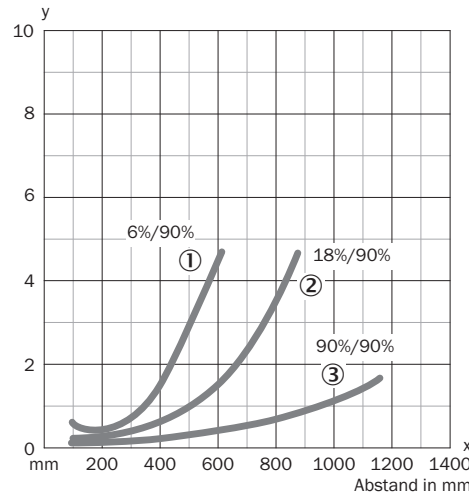
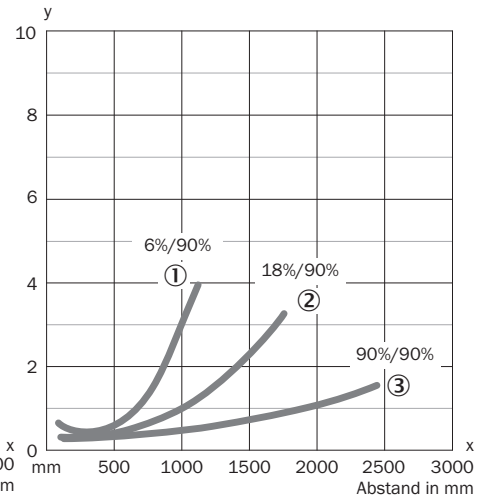

Abbildung 15: WT24-2Xx4x, -2Xx5x
Abbildung 16: WT24-2Xx1x, -2Xx2x
Einsatzbedingungen prüfen: Schaltabstand und Distanz zum Objekt bzw. Hintergrund sowie Remissionsvermögen des Objektes mit dem zugehörigen Diagramm siehe [Abbildung 15 und Abbildung 16] abgleichen (x = Schaltabstand, y = Übergangsbereich zwischen eingestelltem Schaltabstand und Ausblendung des Hintergrundes in % des Schaltabstands (Remission Objekt / Remission Hintergrund)). Remission: 6 % = schwarz ①, 18 % = grau ②, 90 % = weiß ③ (bezogen auf Standardweiß nach DIN 5033). Wir empfehlen, die Einstellung mit einem Objekt von niedriger Remission vorzunehmen.
[Abbildung 15 ①] wie folgt ermittelt werden: